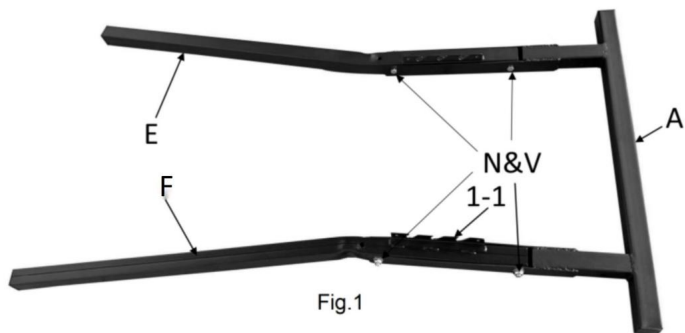

Fig.1
- Złóż prawą i lewą nogę (E i F) do ramy podstawy (A). Włóż koniec każdą nogę do otworów ramy podstawy i wyrównaj otwory na śruby. Wysokość nacięcia regulacyjne (rys. 1 1-1) będą znajdować się po wewnętrznej stronie, a nogi muszą być ustawione pod kątem na zewnątrz. Zabezpiecz każdą nogę śrubą ramy (N) i nakrętką zabezpieczającą (V). Włóż dwie śruby nogi (N) i nakrętkę zabezpieczającą 1 (V), a następnie dociśnij końce, aby zabezpieczyć nogi.